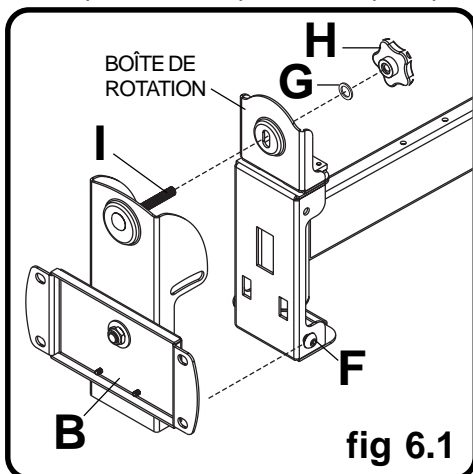

fig 6.1
- 6** Insérez deux vis M10 (F) dans la boîte de rotation du bras articulé (C) comme illustré. Laissez environ ¼ po de filetage exposé.
- 6-1** Accrochez le support inclinable et rotatif (B) à des vis M10 (F). Insérez le boulon de carrosserie (I) dans la fente de la boîte de rotation comme illustré à la figure 6.1. Posez la rondelle en nylon (G) et la molette de réglage de l'inclinaison (H).